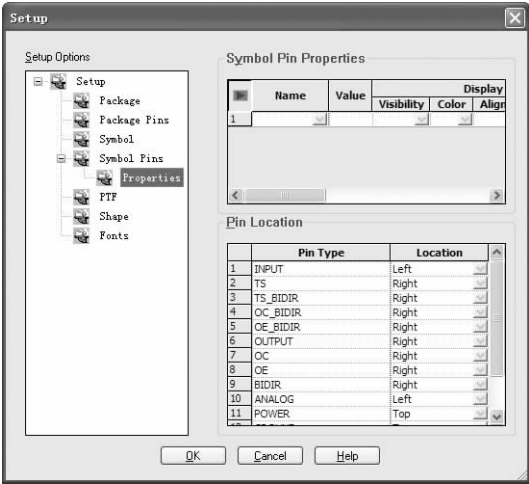

图 2-73 设置符号引脚的属性
- (1) “Pin Name Height”：设置引脚名称的高度。
- (2) “Pin Text” 区域内的设置如下：“Use Pin Name as Pin Text” 选项用于设置是否用引脚名称作为引脚显示的文字；“Vector (矢量) Bit Mask” 选项用于设置向量引脚的引脚文字；“Pin Text Height” 选项用于设置引脚文字的高度；“Pin Text Color” 选项用于设置引脚的文字的颜色。
- (3) “Pin Attributes” 区域设置如下：“Show Dot As Filled” 选项用于设置符号引脚上的圆点是填充的还是空的；“Minimum Pin Spacing” 选项用于设置最小引脚间距；“Low Assert Shape” 选项用于设置低有效引脚的形状；“Stub Length” 选项用于设置符号引脚的长度。
- (4) “Pin Name Format for Bus”：设置引脚的显示格式。
- (5) 在该选项栏下选择 “Properties” 选项，在如图 2-73 所示的对话框内可以进行符号引脚的属性和不同类型引脚位置的设置。